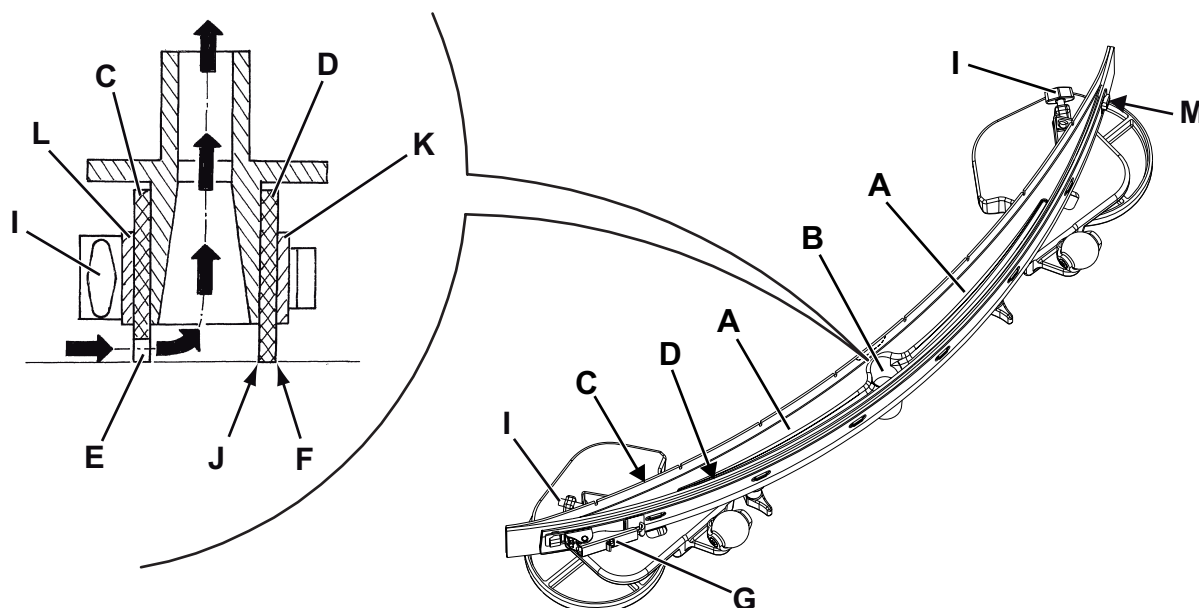

Рис. 6
2. Вставьте ключ зажигания (58) и поверните его в положение «I».
3. Опустите швабру (30), нажав переключатель (63).
4. Поверните ключ зажигания (58) в положение «0».
5. Отсоедините вакуумный шланг (31) от швабры.
6. Ослабьте маховики (34) и снимите швабру (30).
7. Вымойте и очистите швабру. В частности, очистите отсеки (А, Рис. 6) и отверстие (В) от грязи и мусора. Проверьте целостность переднего (С) и заднего (D) скребков, убедитесь в отсутствии на них разрезов и разрывов; в противном случае замените их.
1. Очистите швабру (Рис. 6) как описано в предыдущем абзаце.
2. Убедитесь, что кромка (Е) переднего скребка (С) и кромка (F) заднего скребка (D) установлены на одном и том же уровне по всей длине; в противном случае отрегулируйте их высоту следующим образом:
- Освободите соединительную тягу (G) и фиксатор (M) и отрегулируйте задний скребок (D); затем зацепите фиксатор и установите на место соединительную тягу.
- Ослабьте маховики (I) и отрегулируйте передний скребок (С); затем затяните маховики.
3. Проверьте передний (С) и задний скребки (D) на целостность, наличие порезов и разрывов; если необходимо замените их, как показано ниже. Проверьте, не изношен ли передний угол (J) заднего скребка; в случае необходимости переверните скребок, чтобы поменять местами изношенный угол с целым. Если и другие углы изношены, замените скребок в следующем порядке:
- Освободите соединительную тягу (G), отцепите фиксатор (M) и снимите фиксирующую полосу (K), затем замените/переверните задний скребок (D).
- Отвинтите маховики (I) и снимите стопорную планку (L), затем замените передний скребок (С).
4. Присоедините вакуумный шланг (31) от швабры.